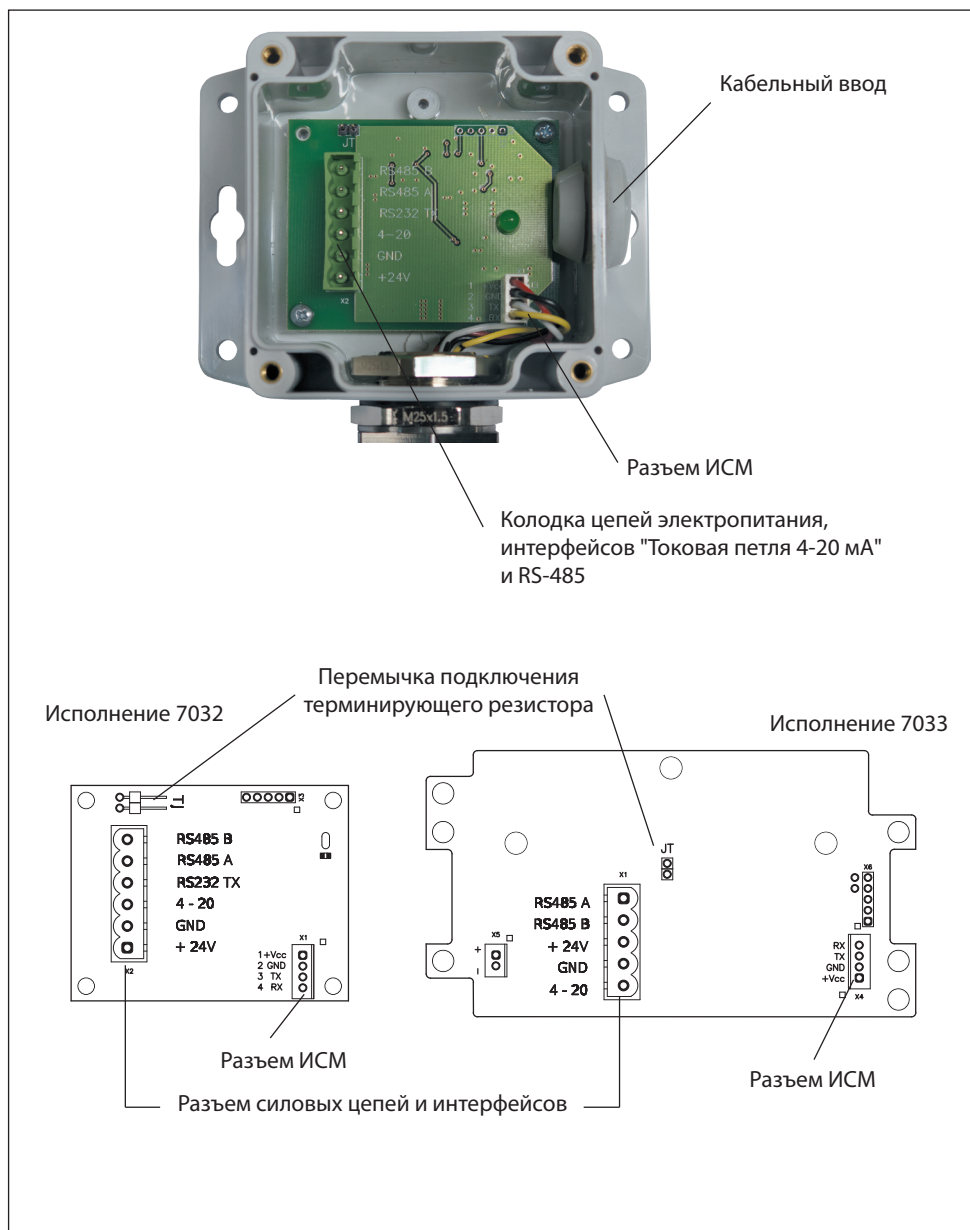
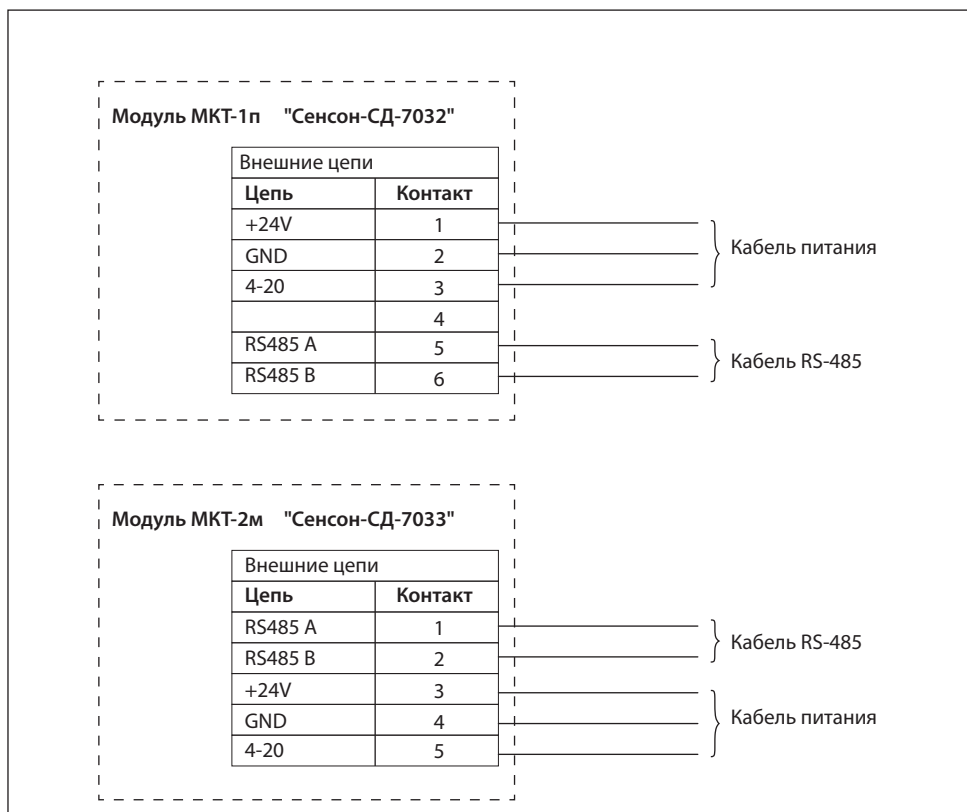

Рис.6. Коммутационные элементы: исполнение 7032 (слева), исполнение 7033 (справа)
Рис.7. Схема подключения ГС "Сенсон-СД" исполнения 7032 и 7033
3. Открутите четыре винта и снимите крышку корпуса модуля МКТ (рис.6).
5. Отсоедините кабельную часть разрывной колодки "Внешние цепи". Подключите кабели в соответствии с маркировкой на плате (рис.6) и на схеме подключения (рис.7). Прочно закрутите отверткой фиксирующие винты кабельных колодок.
- Если необходимо отключить/подключить терминирующий резистор (в зависимости от конфигурации сети), снимите/установите перемычку в позицию JT (см. рис.6).